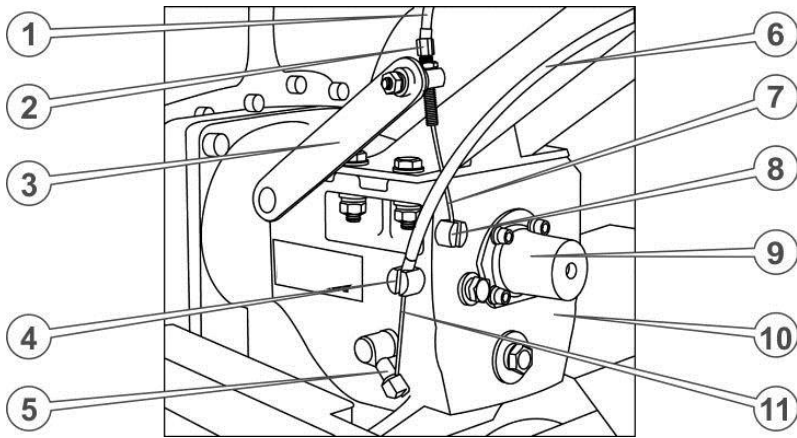

Рис. 10. – Регулювання тросів ліворуч
32. Приєднати трос управління зчеплення, що йде від важеля на лівій рукоятці керма. Для цього вставити сорочку троса в гніздо головки гвинта рукоятки до упору, закрутіть до упору довгий регулювальний болт на кінці важеля зчеплення (див. Рис. 10.), вставити трос в отвір цього регулювального болта й завести кінець троса в паз фіксатора, після чого викрутити регулювальний болт до виникнення натягу троса.